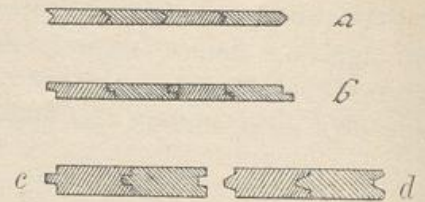

Abb. 169.
3. Spundwände (Abb. 169). Sie erhalten entweder Grat-spundung *a* oder halbe Spundung *b* (bis etwa 2 m Wassertiefe), oder bei größerer Tiefe quadratische oder Keilspundung (*c* und *d*).